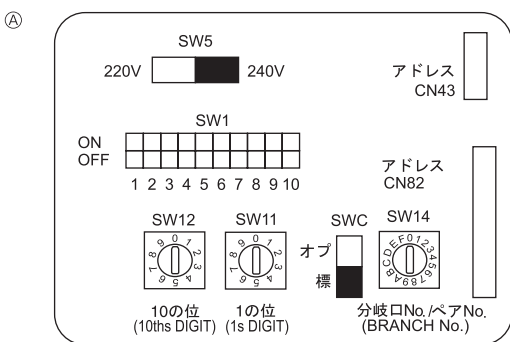

Рис. 4-4
4.5. Установка адресов (Рис. 4-4)
4.6. Определение температуры в помещении встроенным датчиком пульта дистанционного управления (Рис. 4-4)